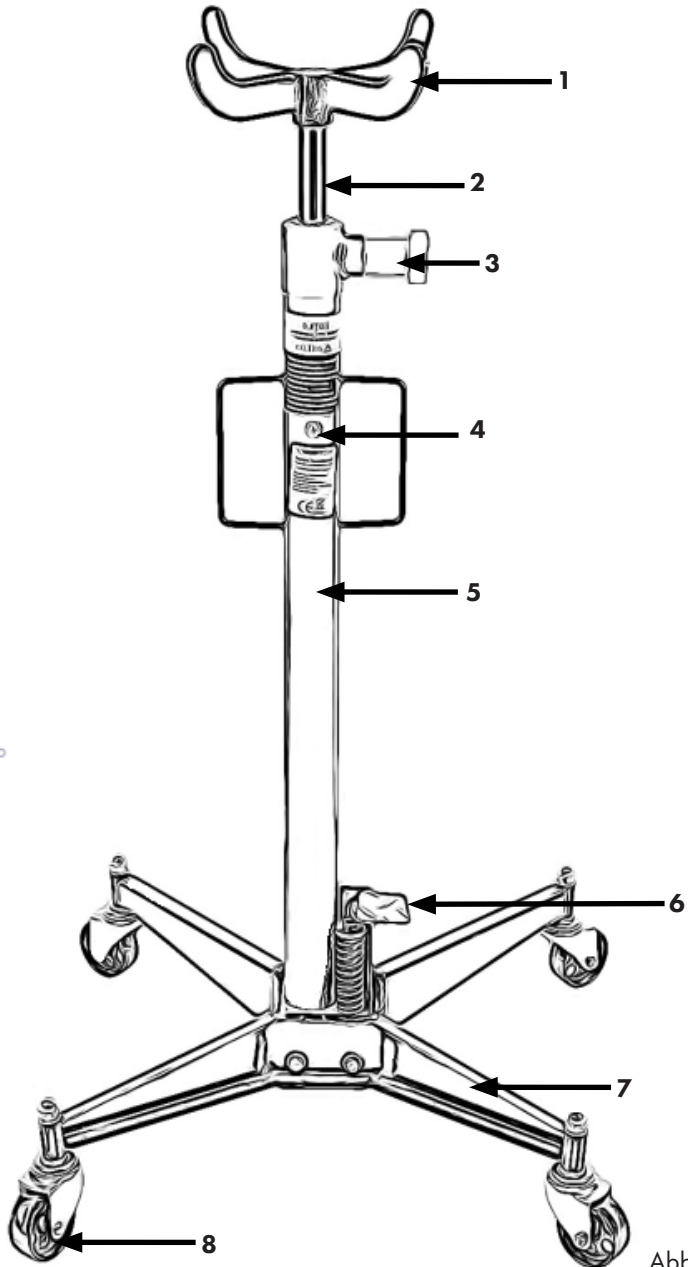

Abb. 1
Legende Abbildung 1
4. Setzen Sie den Korb auf das Ende des Schafts. Lösen Sie die Schraube an der Öleinfüllöffnung (Abbildung 1), und betätigen Sie mehrfach das Pedal zum Hochpumpen, damit mögliche Luft aus dem Hydrauliksystem entweichen kann. Ziehen Sie anschließend die Schraube an der Öleinfüllöffnung wieder fest.